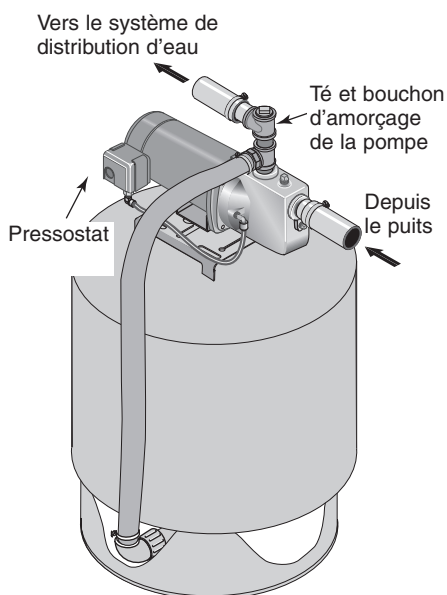

Figure 4 : Raccordement de réservoir préchargé
## RACCORDEMENT D'UN RÉSERVOIR PRÉCHARGÉ (FIGURE 4)
- 1° Installer deux té dans l'orifice de refoulement de la pompe (voir Figure 4). Le tuyau doit être d'un diamètre aussi gros que celui de l'orifice de refoulement.